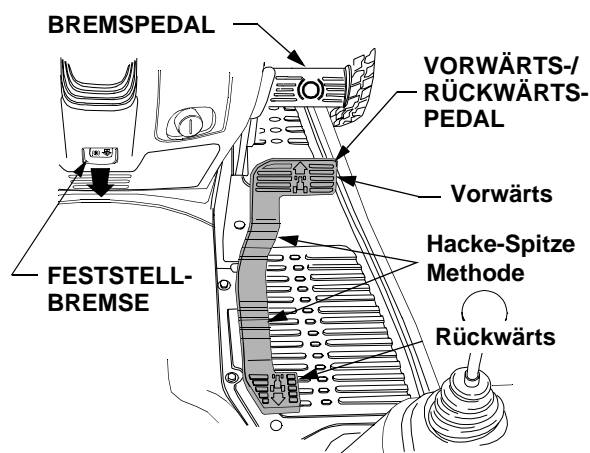

Abbildung 15
- Das Bremspedal voll durchtreten, um den Traktor zum Stillstand zu bringen. Die Feststellbremse nach unten drücken und das Bremspedal freigeben, damit die Feststellbremse greift. Siehe Abbildung 15.
- Um vorwärts zu fahren, langsam vorne auf das Fahrpedal treten, bis die gewünschte Geschwindigkeit erreicht ist. Die Geschwindigkeit des Traktors hängt direkt davon ab, wie weit das Pedal nach unten gedrückt wird. Siehe Abbildung 15.